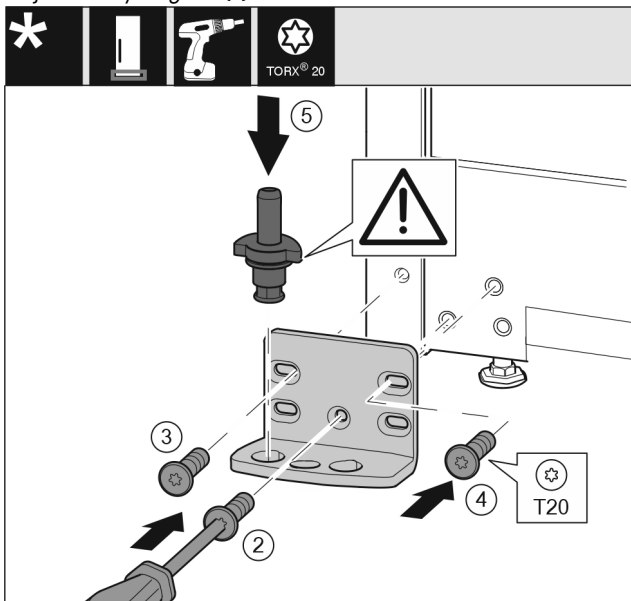

Fig. 19
- ▶ Nasadte stojan ložiska na druhé straně a přišroubujte pomocí šroubováku. Začněte šroubem Fig. 19 (2) dole uprostřed.
- ▶ Utáhněte šroub Fig. 19 (3) a šroub Fig. 19 (4).
- ▶ Zcela vložte ložiskový čep Fig. 19 (5). Přitom dávejte pozor, aby zajišťovací vačka směřovala dozadu.